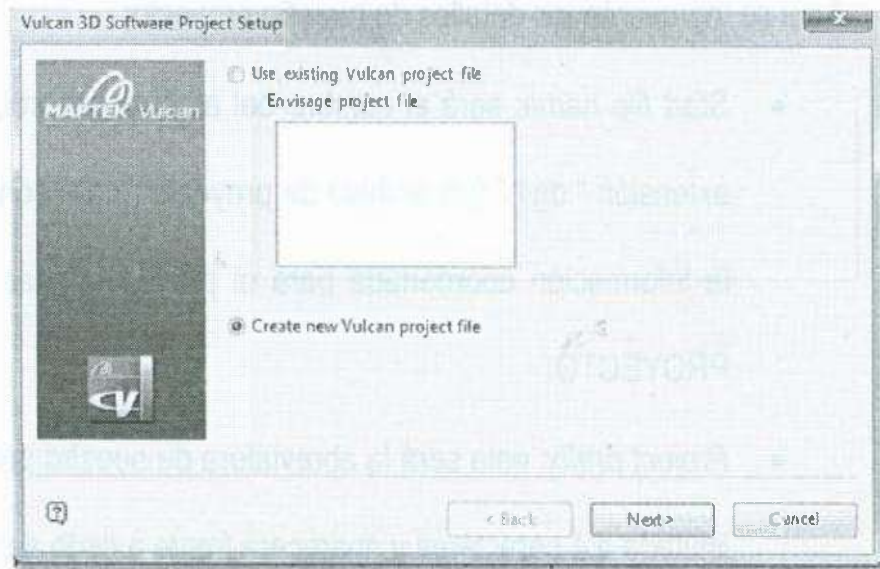

Imagen 2.7
- Cuando se inicie el programa, aparecerá la siguiente ventana (imagen 2.7):